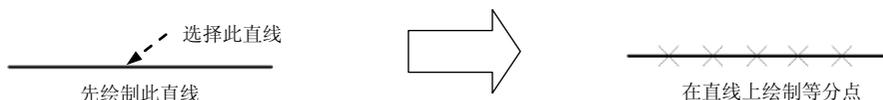

图 2.5.5 绘制等分点
使用命令 **DIVIDE** 能够沿选定对象等间距放置点对象 (或者块)。下面以图 2.5.5 所示为例说明其绘制的一般操作步骤。
Step1. 先绘制图 2.5.5 所示的直线。